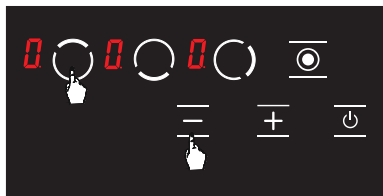

Рисунок 21
2. Одновременно нажмите кнопку выбора левой верхней конфорки (**0**) и кнопку минуса (**-**). (см. Рисунок 21) Вы услышите короткий звуковой сигнал. Затем поднимите пальцы с панели управления плиты.